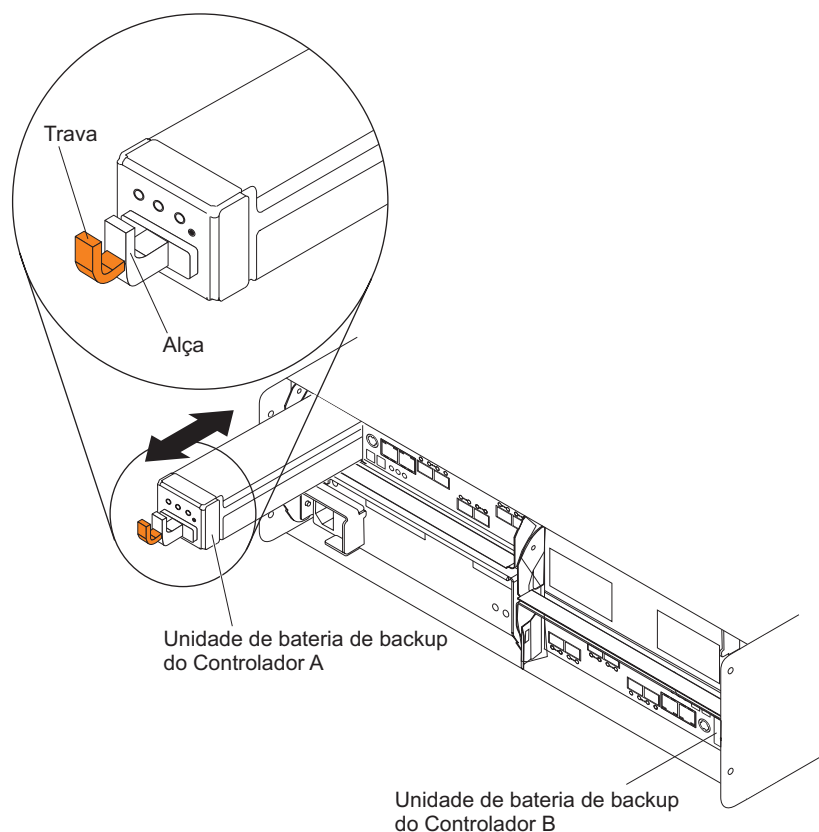

Figura 84. Removendo e Recolocando uma Unidade de Bateria do Chassi do Controlador
5. Para remover a unidade de bateria com problema do controlador RAID, pressione a trava laranja da unidade de bateria na direção do manipulador preto da bateria para destravar a bateria do chassi do DS5020 e para lentamente puxa a unidade da bateria do chassi do controlador usando o manipulador, como mostrado na Figura 84 na página 159.